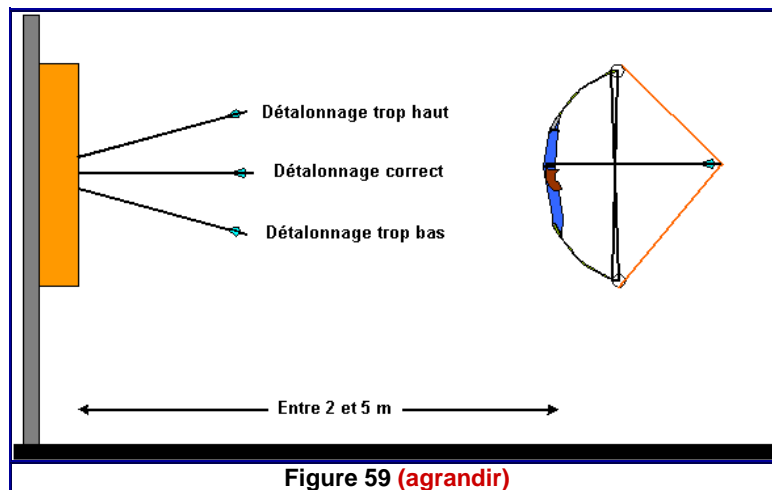

Figure 59 (agrandir)
- Se placer entre 2 et 5 m d'une cible pas trop dure et verticale, avec un détalonnage standard, un aide vérifie l'**horizontalité de la flèche** pleine allonge. (Figure 59)